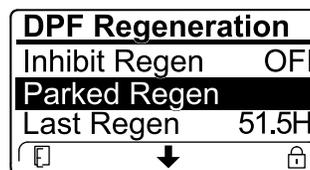

Рисунок 51
- Если компьютер двигателя запрашивает или выполняет восстановительную регенерацию, а вы перейдете вниз к опции PARKED REGEN (СТАЦИОНАРНАЯ РЕГЕНЕРАЦИЯ), стационарная регенерация будет заблокирована и в нижнем правом углу дисплея инфо-центра появится значок «Замок» (Рисунок 51).